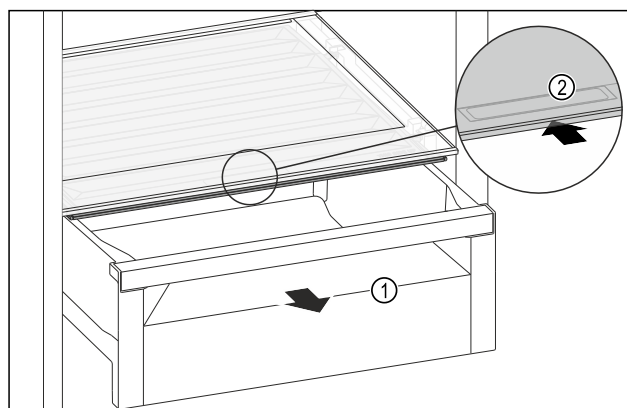

Fig. 176
- Tërhiqni jashtë sirtarin Fig. 176 (1).
- Kapni dorezën e futur Fig. 176 (2) në kapakun e ndarjes dhe në të njëjtën kohë shtyni për prapa kapakun e ndarjes.